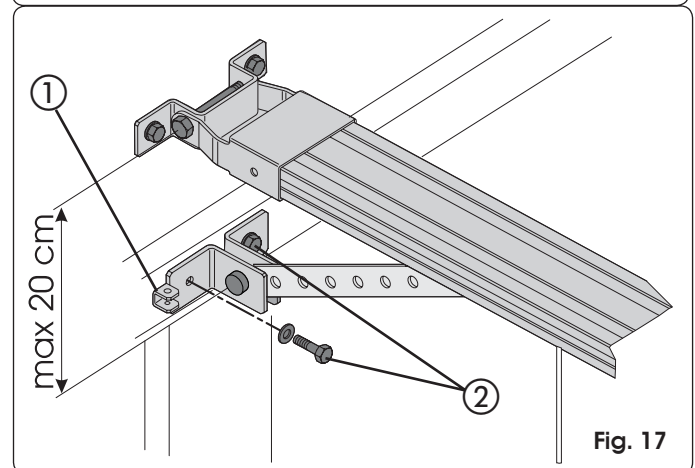

Fig. 17
- que le trou de passage du fil de déverrouillage soit tourné vers le côté gauche de la porte (ref. ① Fig. 17).
- 4) Contrôler que la distance entre les entraxes des trous de fixation de la patte d'attache antérieure et de la patte d'attache sur la porte n'est pas supérieure à 20 cm (Fig. 17). Pour un fonctionnement correct de l'automatisme, on conseille d'éviter d'incliner le bras de plus de 30° par rapport au rail de guidage.
- 5) Tracer, percer et fixer la patte d'attache à la porte, par l'intermédiaire des vis (ref ② Fig. 17) **NON** fournies.